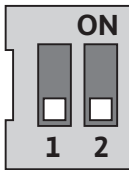

Fig. 31: conmutador DIP
Los conmutadores DIP (fig. 9, pos. 6/fig. 31) se encuentran debajo de la cubierta de la carcasa.